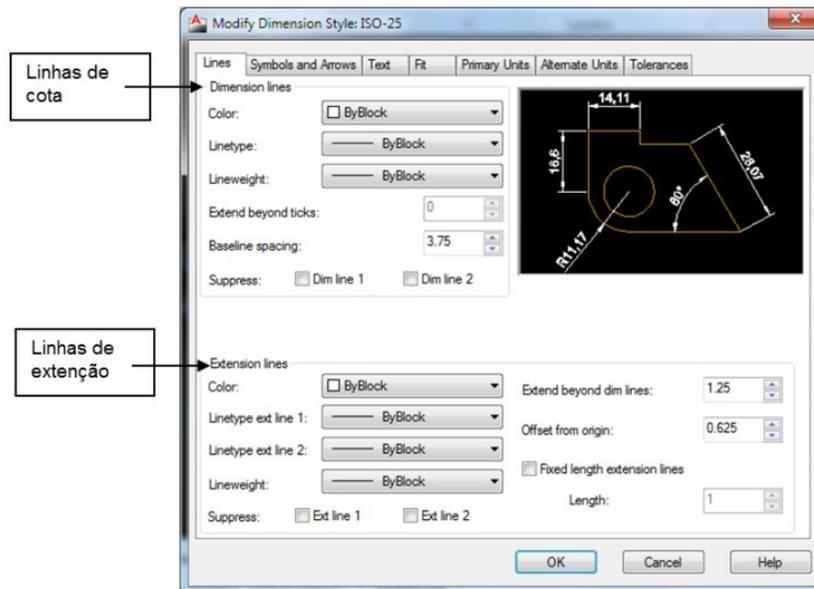

Figura 8.5 - Janela Modify Dimension Style: ISO – 25 (pasta LINES).
2. Pressione, com o auxílio do mouse, o botão *MODIFY*. Irá aparecer a janela *Modify Dimension Style*. Selecione a pasta *LINES* (figura 8.5).
A figura 8.5 e 8.6 apresenta em um exemplo didático o significado de cada um desses parâmetros.